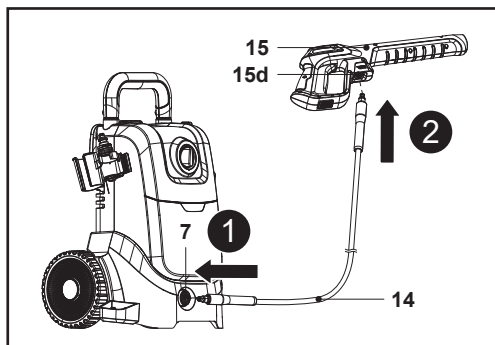

Fig. 5
1. Enfoncer une extrémité du tuyau haute pression (14) dans le raccord de tuyau (7) de la machine jusqu'au bout. Un déclic doit se faire entendre (Fig. 5, étape 1).
3. Enfoncer l'autre extrémité du tuyau haute pression (14) dans le raccord de tuyau (15d) du pistolet de pulvérisation (15) jusqu'au bout. Un déclic doit se faire entendre (Fig. 5, étape 2).